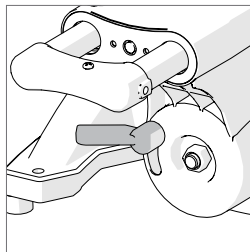

Fig. 4
- **(Fig. 4)** Gire el cuello de bisel hasta la posición vertical de manera que quede contra el tope de 0°.